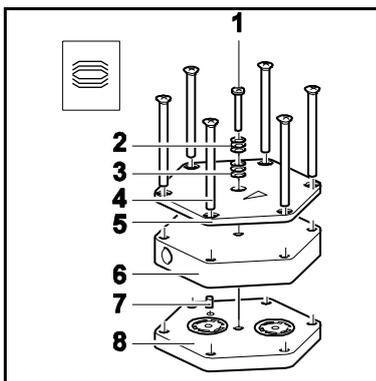

図9: ポンプヘッドの再取付け
2. トッププレート(図9/5)、ヘッドプレート(図9/6)、中間プレート(図9/8)、線で引かれたお互いに相対的なアダプタ(ダブルヘッドポンプ: 両方のヘッド)にフェルトペン(1)で位置表示の印をつけてください。これは後の再取付け時の間違い防止に有用です。
6. トッププレートの中央に円板バネ(2,3)とネジ(1)を挿入してください。円板バネが適切に調整されているか確かめてください(図9を参照)。